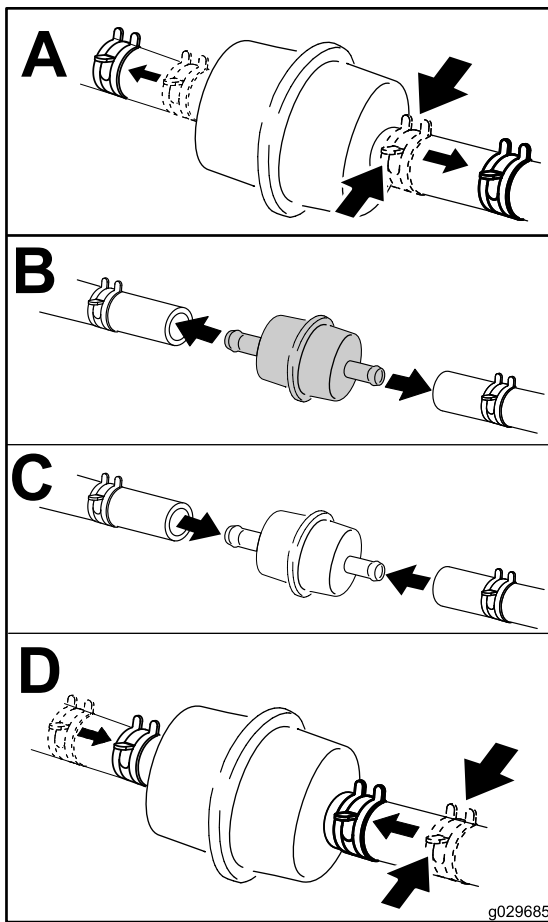

Figure 70
5. Remplacez le filtre à carburant (Figure 70).